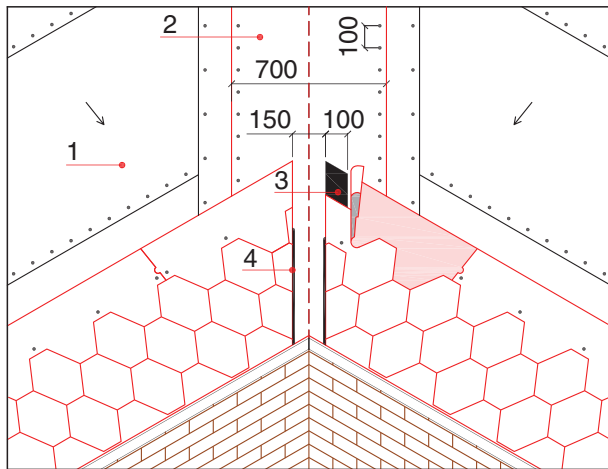

Рис. 5
1.5.2. В ендове черепицу обрезают таким образом, чтобы вдоль оси ендовы оставалась открытой полоса ендового ковра шириной 150 - 200 мм (Рис. 5). При отрезании черепицы во избежание повреждения ендового ковра под черепицу подкладывают лист фанеры. Каждый ряд черепицы приклеивается к ендовому коврау битумной мастикой